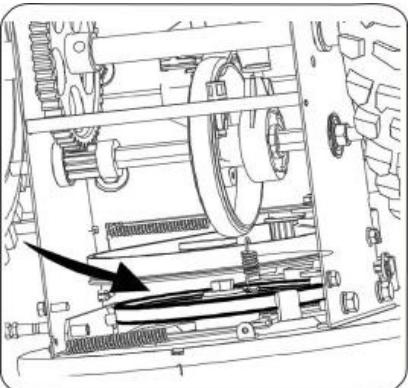

Рисунок 30
- Приводной ремень снять со шкива между фрикционным колесом и фрикционным диском (см. рис. 30).